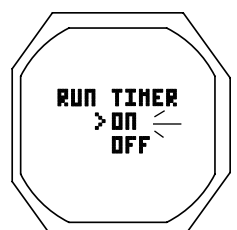

Fig. 109 - AJUSTE DEL TEMPORIZADOR DE RECORRIDO
**Ajuste del temporizador de recorrido;** ésta es la información mostrada (Fig. 109):